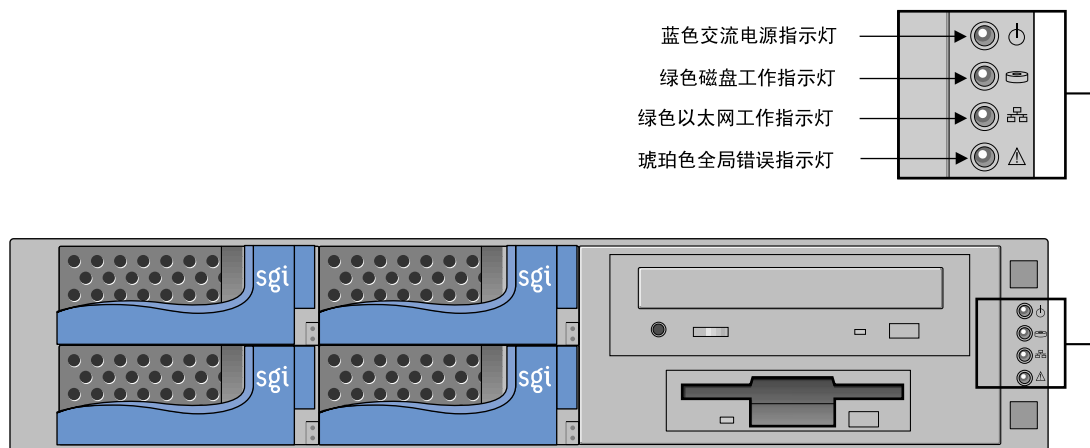

图1 SGI 1200 前视图（挡板已除去）
3. 除去磁盘驱动器中的驱动器保护卡 (如果有的话)。图 1 指示出了驱动器在服务器前部的位置 (塑料前挡板已除去)。
请验证前面板上的加电指示灯（见第 51 页的图 1）亮着。服务器的“用户指南”中提供了对这些指示灯的完整描述。